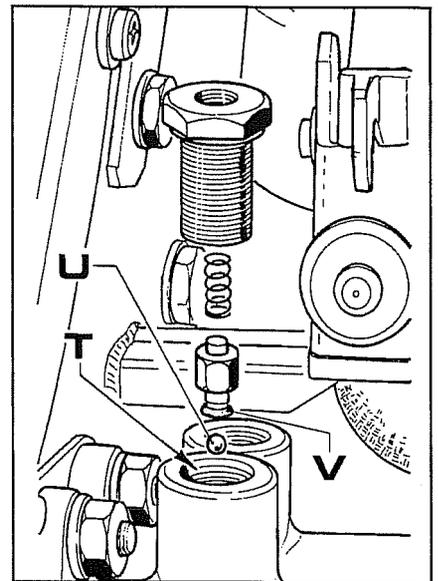
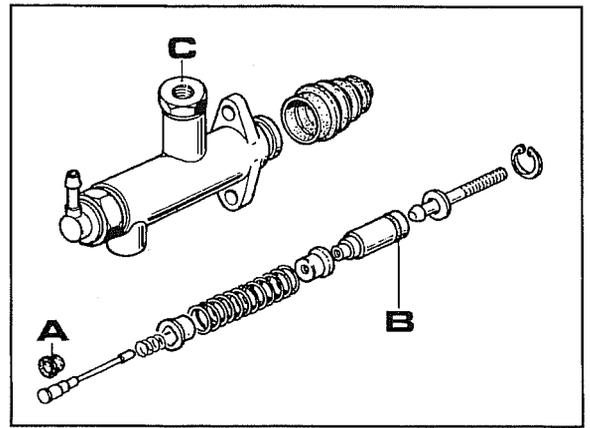

Abb. 5
Abb. 8
- 2 Die Abb. 5 zeigt die Komponenten eines der beiden Ventile. Prüfen, daß kein Schmutz zwischen dem Ventilsitz **T**, der Kugel **U** und dem Ring **V** vorhanden ist. Auch prüfen, daß der Ring **V** keine Beschädigung aufweist, weil er sonst ersetzt werden muß.
- e. Die Abb. 8 zeigt die Komponenten einer der beiden Pumpen. Sicherstellen, daß kein Schmutz vorhanden ist und den Ring **A** auf Unversehrtheit prüfen, da er Öldurchsickern im Inneren des Kreislaufs verursachen kann.
- f. Wenn ein Ring ersetzt werden muß, sollte der gesamte Satz der Dichtungsringe ersetzt werden, der aus den Teilen **V** Abb. 5 und **A-B** Abb. 8 besteht.
- 2 Die Pumpe wie in Abb. 8 gezeigt ausbauen.